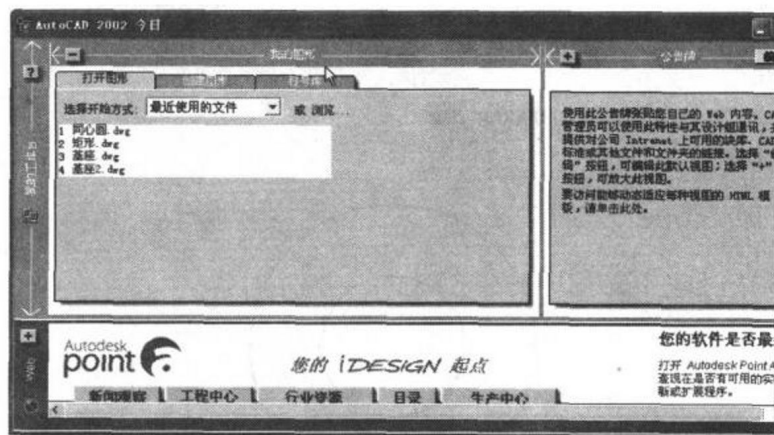

图 1-1 “AutoCAD 2002 今日”窗口
(1) 双击 AutoCAD 2002 图标启动中文版 AutoCAD 2002，打开如图 1-1 所示的“AutoCAD 2002 今日”窗口。